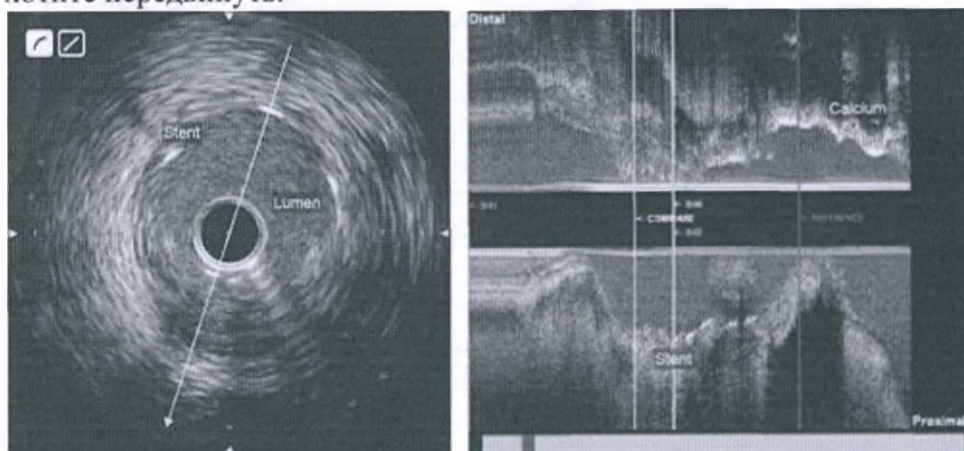

Рисунок 2–73. Примечания на изображениях поперечного и продольного видов
- 3 Передвиньте текст в нужное вам место и отпустите его, коснувшись сенсорной панели, нажав на активную кнопку или на кнопку NEXT ANNOTATION (СЛЕДУЮЩЕЕ ПРИМЕЧАНИЕ), расположенную на контрольной панели. См. Рисунок 2–73.